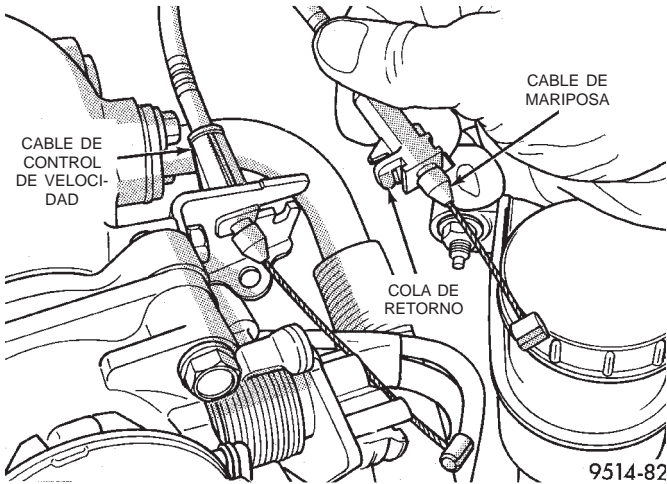

Fig. 34 Fijación del cable de mariposa
(9) Tire de la lengüeta de retención hacia atrás en el cable de la mariposa y deslice el cable hasta extraerlo del soporte (Fig. 34). Retire el cable de la palanca de la mariposa del acelerador.
(10) Extraiga el cable de control de velocidad del soporte, si está equipado (Fig. 34). Retire el cable de la palanca de la mariposa del acelerador.